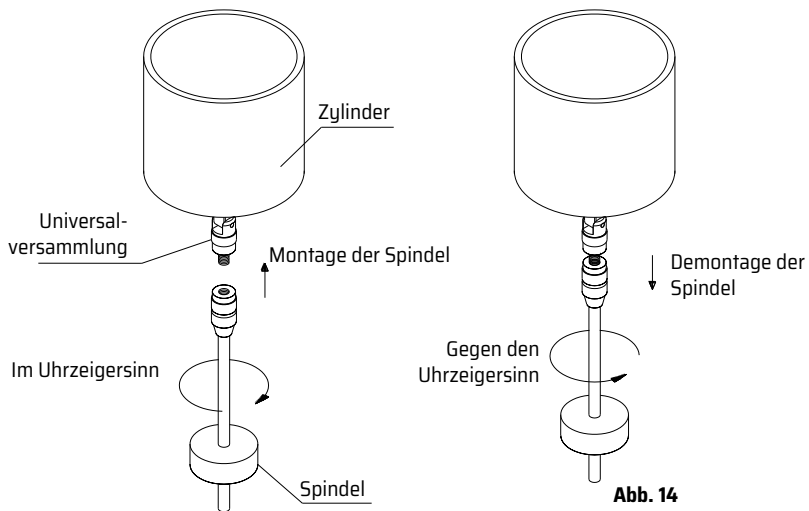

Abb. 14
- Die Spindel wird vorsichtig angezeigt oder ausgebaut, indem die Kreuzgelenkverbindung vorsichtig angehoben wird. Die Spindel darf nicht unter horizontaler Spannung oder durch Herunterziehen gezwungen werden, da sonst die Spindel beschädigt wird. Da die Spindel und die Kreuzgelenkwelle auf der linken Gewindeseite miteinander verbunden sind, muss die Spindel in der richtigen Drehrichtung montiert oder demontiert werden (Abb. 14), da sonst die Kreuzgelenkwelle beschädigt wird.